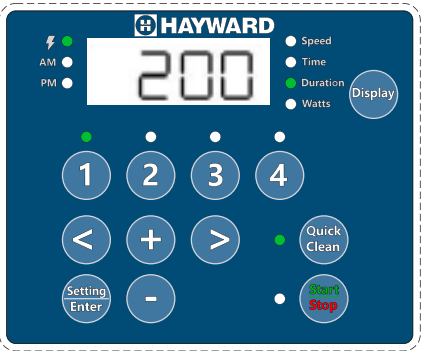

Figura 7
4. Premere Pulizia rapida. Viene visualizzata la durata della pulizia rapida. Il LED del parametro “Durata” lampeggia durante la modifica. **Vedere Figura 7.**